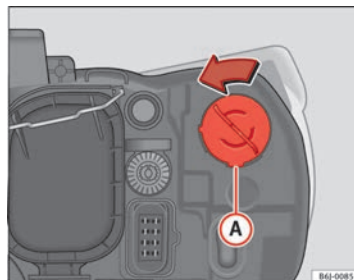

Fig. 155 Luz intermitente
- Gire el portalámparas ⇒ fig. 155 ① a la izquierda y tirar. ►